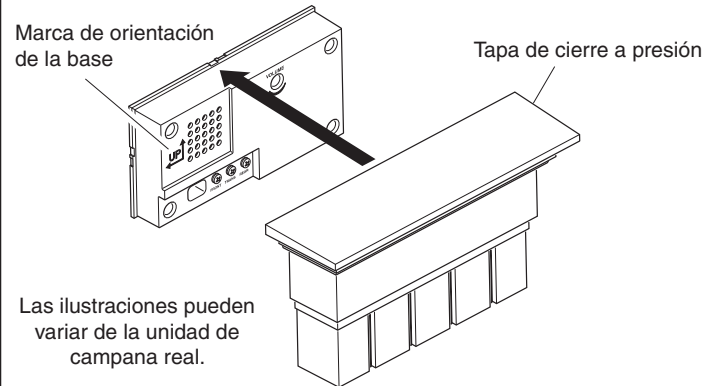

Figura 4 - Montaje de la tapa tipo cierre a presión
- **Para tapas tipo cierre a presión:** Aplique presión a la tapa hasta que cierre a presión en su sitio (Vea la Figura 4). Agarre con firmeza la tapa y hálala para retirarla de la base.